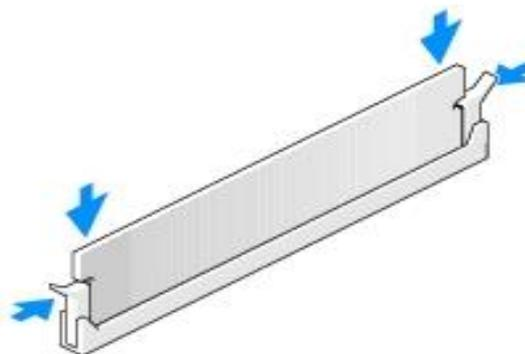

Рисунок 9 – Установка модуля оперативной памяти в слот
– вставить модуль оперативной памяти в слот до щелчка, не прилагая слишком больших усилий. Если модуль вставлен правильно, то фиксаторы попадают в вырезы по бокам модуля (рисунок 9);